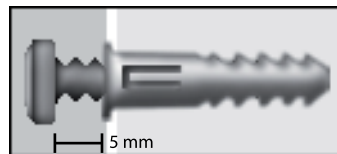

Figura 2
Paso 4. Inserte los taquetes en cada una de las perforaciones y atornille las pijas (no incluidas). Procure dejar una separación de 5 mm entre la pared y la cabeza de la pija (Vea Figura 2).